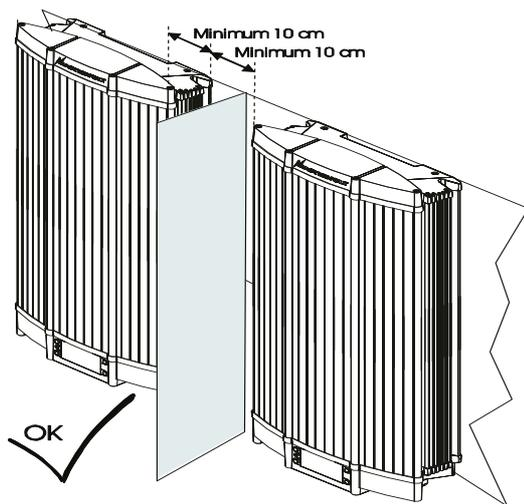

Figura 4
- Mantenere una distanza di almeno 50 cm tra gli invertitori se si installano diversi Sunmaster uno accanto all'altro (figura 5). Se non fosse possibile, devono essere presi provvedimenti adeguati per evitare che un inverter surriscaldi l'altro (figura 4).